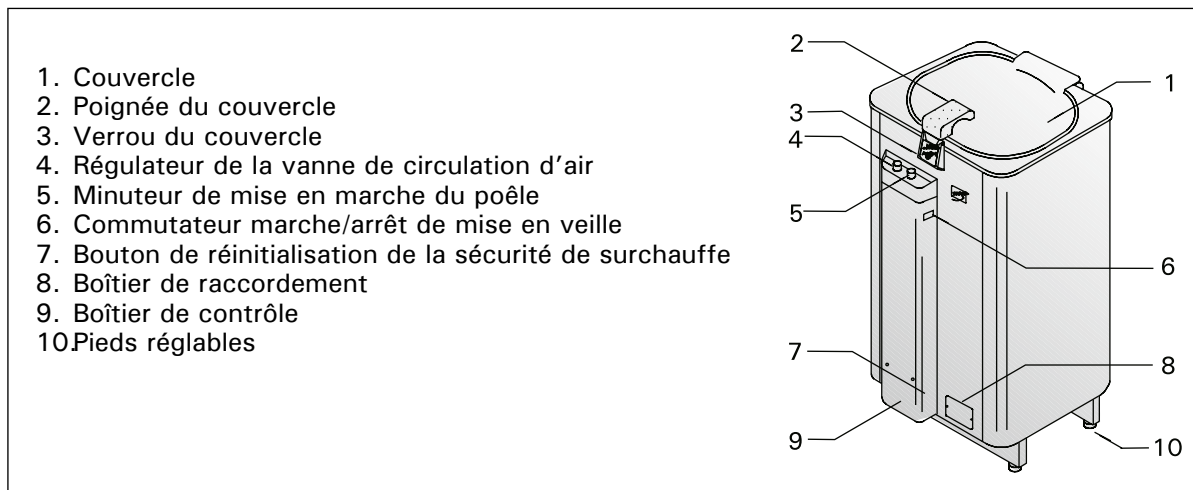

Figure 1. Commandes et composants
Lorsque le couvercle (1) et la vanne de circulation d'air (4) sont ouverts, l'air s'étant réchauffé au contact des pierres (dont la température atteint environ +310 °C) et des éléments chauffants commence à réchauffer le sauna. **Pour éviter toute déperdition de chaleur due à la circulation d'air et à la projection d'eau sur les pierres, le poêle doit être mis en marche au moyen du minuteur (5) pendant la séance de sauna.** Il peut rester en marche pendant une heure. Se reporter à la figure 1.